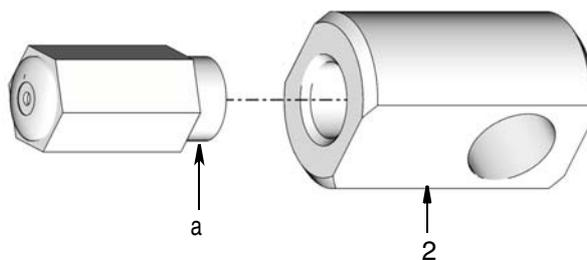

FIG. 2
3. Aplique aislante de roscas (suministrado por el usuario) a las roscas de la válvula de alivio de la presión (a) (FIG. 2).
4. Instale la válvula de descompresión (a) en el adaptador bajo (2). Apriete con llave (FIG. 2).